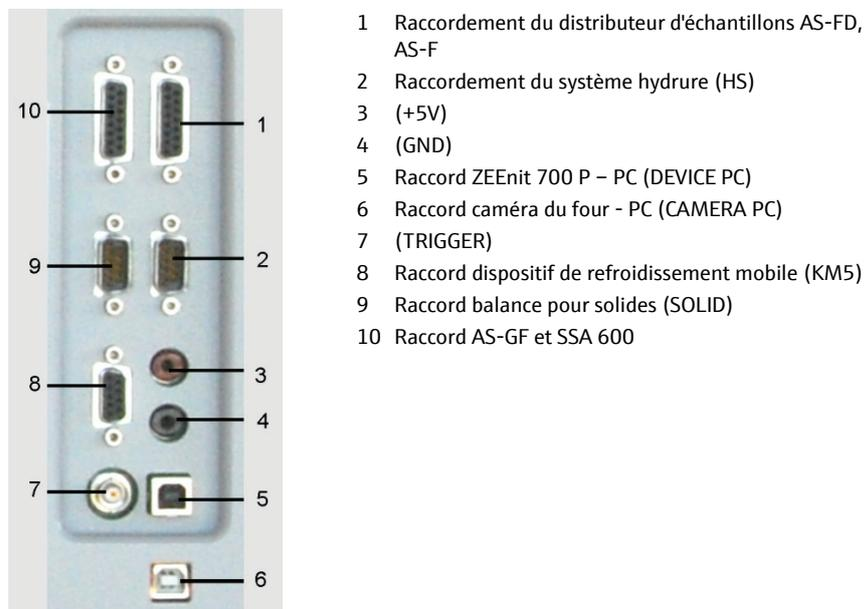

Fig. 23 Bloc de jonction pour les raccords d'alimentation et de commande
7. Relier le PC et le ZEEnit 700 P à l'aide d'un câble USB (5, Fig. 23).